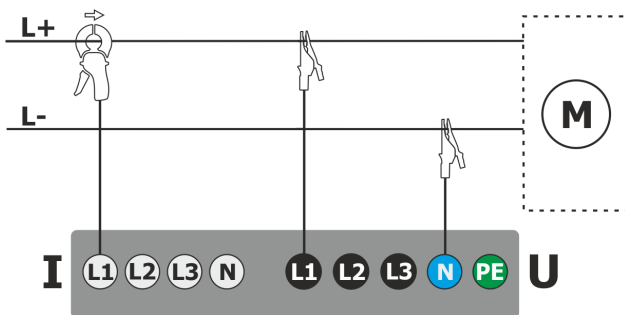

Fig. 58. Esquema de conexión - sistema de DC.
- DC – sistema de una tensión (Fig. 58)